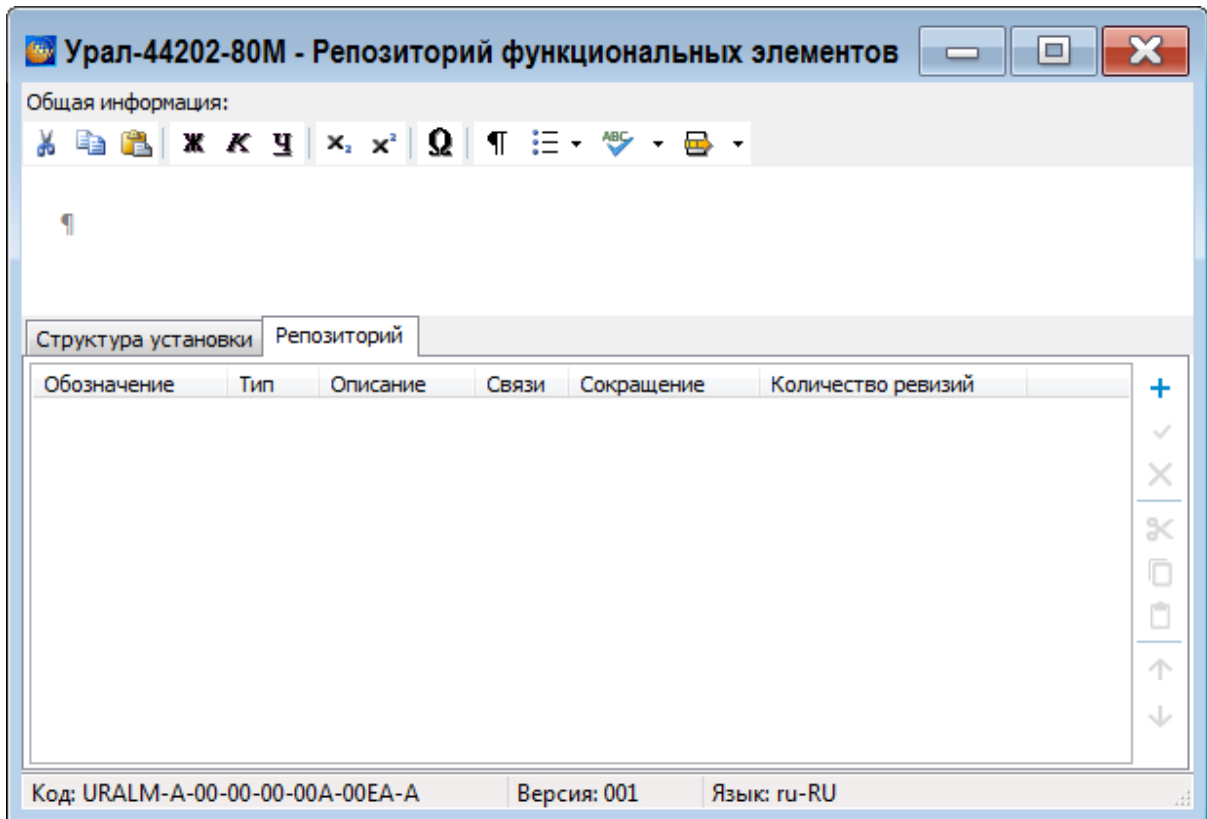

Рисунок 697
3) Перейдите на вкладку «Репозиторий» (рисунок 697).